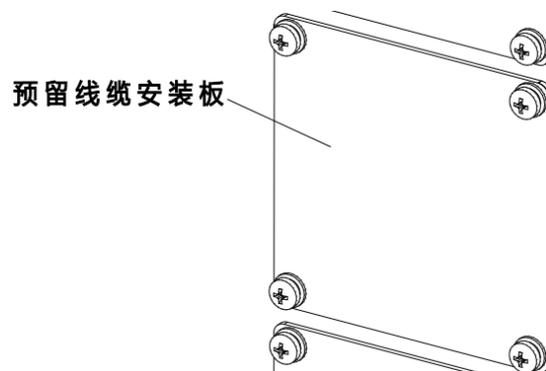
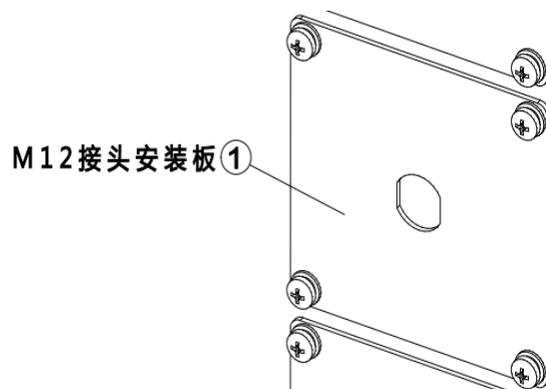

图 13-3 预留线缆安装板
图 13-4 M12 接头安装板
步骤1. 用十字螺丝刀将原本的预留线缆安装板 (参考图 13-3) 拆下, 将① M12 接头安装板 (参考图 13-4) 安装在柜体上。